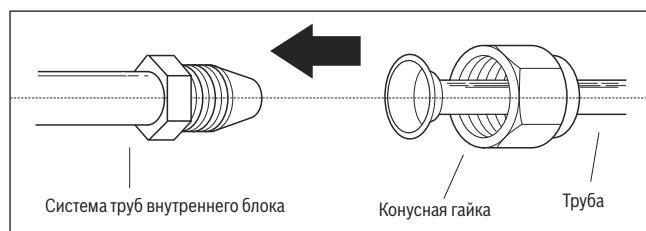

Рис. 33.
- Выровняйте две трубы, которые необходимо подключить. См. **рис. 33.**